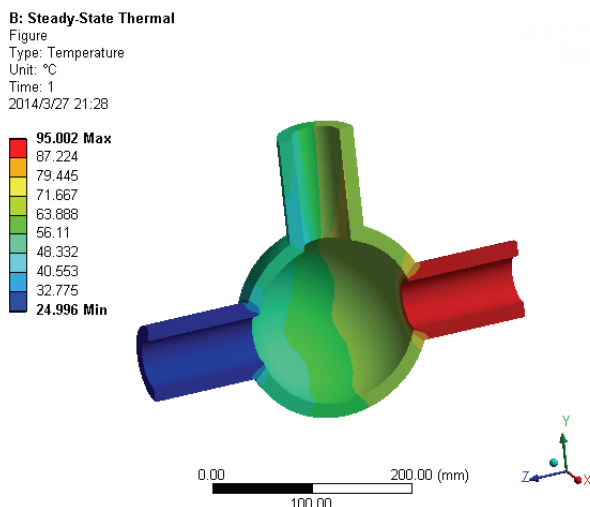

图 24-32 整体温度场
4) 在 Outline 树结构图中的 Temperature 上单击右键, 在弹出的快捷菜单中选择 Evaluate All Results, 此时进行求解, 求解后得到的图形如图 24-32 所示。